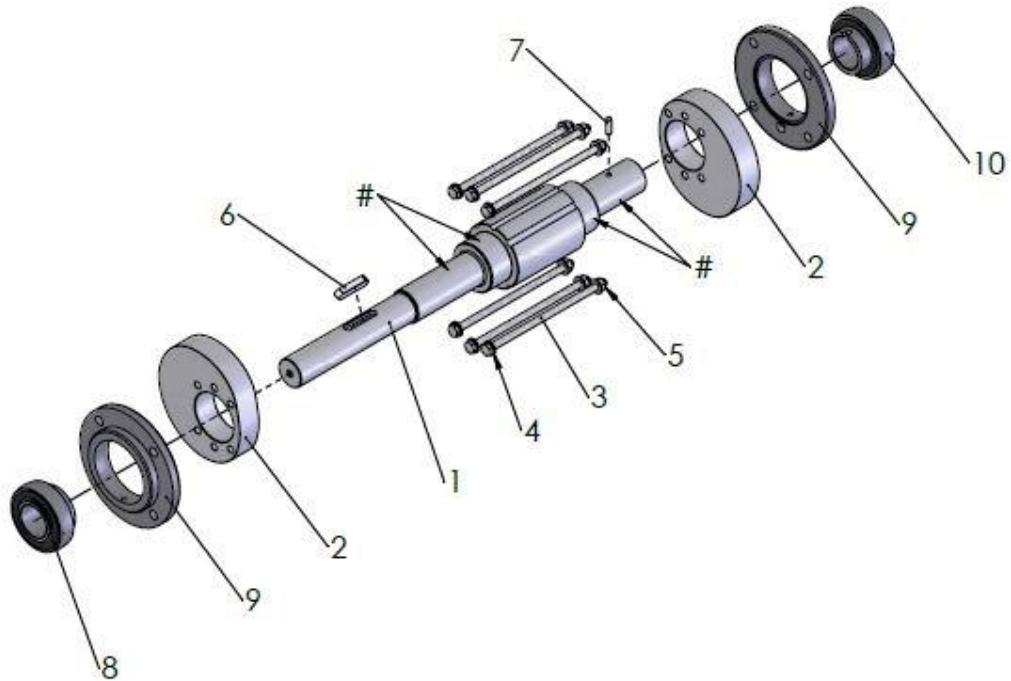

Abb. 8-7: Explosionszeichnung Antriebsstrang
1. Auf Zylinderstift (7) Weicon Lock AN306-20 (Timmer Art.: 15071263) auftragen.
2. Zylinderstift (7) in Antriebswelle (1) eintreiben.
4. Auf Flächen, die in Abb. 8-7: Explosionszeichnung Antriebsstrang mit einer Raute (#) gekennzeichnet sind, Klüberpaste 46MR401 (Timmer Art.: 70011820) dünn und gleichmäßig auftragen.
5. Die Kurvenscheiben (2) um 180° versetzt in gleicher Laufrichtung auf die Antriebswelle schieben.
6. Gewinde der Sechskantschrauben (3) mit Weicon Lock AN302-43 (Timmer Art.: 15071259) einstreichen.
7. Kurvenscheiben mit Sechskantschrauben (3), Sechskantmutter (5) und Unterlegscheiben (4) montieren und mit 25 Nm anziehen.